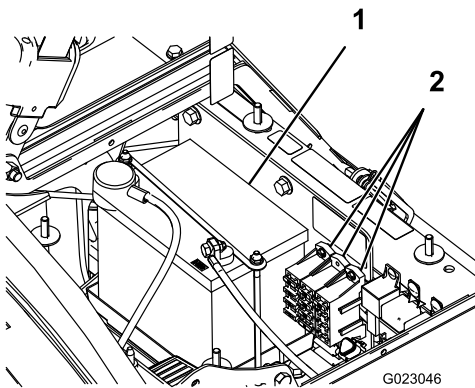

图 32
电气系统中有 2 个保险丝模块和 1 个插槽。它们都位于座椅下面 图 32。
2. 电池位于机器右侧泵的后方 图 32。
5. 拆下电池固定装置和紧固件 图 32。
2. 安装电池固定装置并使用之前拆下的紧固件进行固定 图 32。
4. 安装电池盖使用 2 个旋钮固定 图 32。
1. 松开电池盒两侧的旋钮、取下电池盖 图 32。